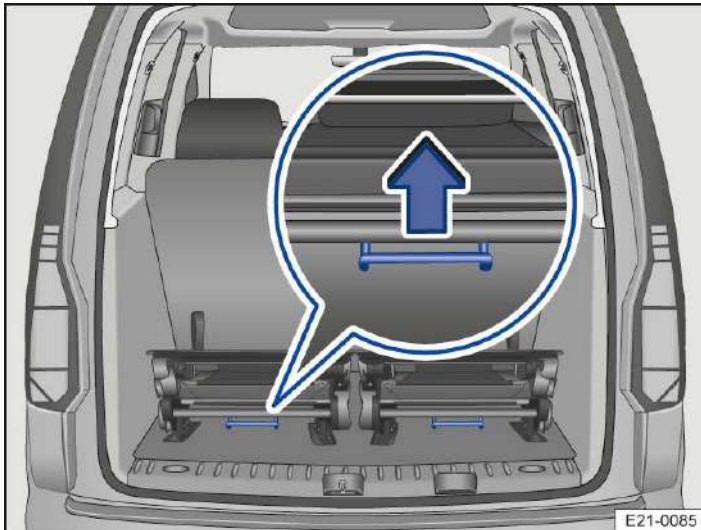

Abb. 1 Dritte Sitzreihe: Sitze ausbauen.
2. Hebel unterhalb des Sitzes nach oben ziehen → *Abb. 1* (Lupe), um den Sitz zu entriegeln.